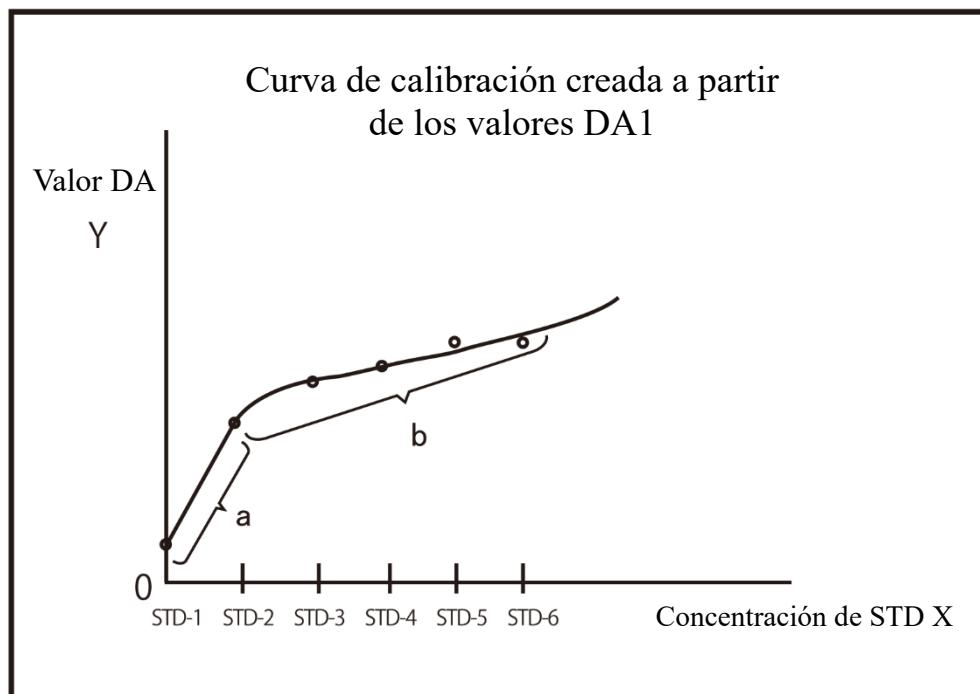

Figura 1
- Ajuste lineal → entre STD-1 y STD-2 (Figura 1-a)
- Ajuste cúbico → entre STD-2 y STD-6 (Figura 1-b)